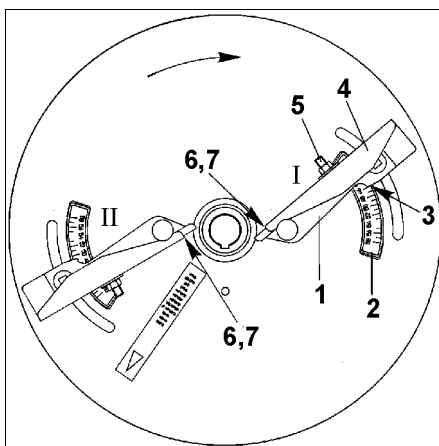

Рис. 48
производится при помощи телескопических лопастей (Рис. 48/1) в соответствии с данными расчетной таблицы распределения в зависимости от сорта вносимого удобрения и расстояния от первой колеи до края поля следующим образом:
- Переместите телескопические лопасти (Рис. 48/1) на распределяющем диске после откручивания гайки с закруткой в области шкалы (Рис. 48/2). Определите значение на грани с делениями (Рис. 48/3) и снова затяните гайку с закруткой.
- Внешнюю часть лопасти (Рис. 48/4) открутив гайку (Рис. 48/5) на шкале (Рис. 48/6) установите на более высокое буквенное значение. Считывать необходимо соответствующее положение внешней части лопасти по грани с делениями (Рис. 48/7) на шкале.